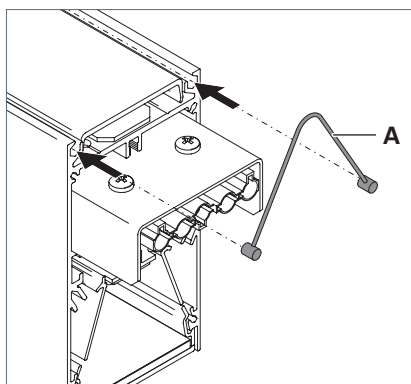

Fig. 17: Aggancio del cavo metallico all'apparecchio.
- Far passare le estremità del cavo metallico **A** nelle guide sulla parte superiore dell'apparecchio, vedi Fig. 17.